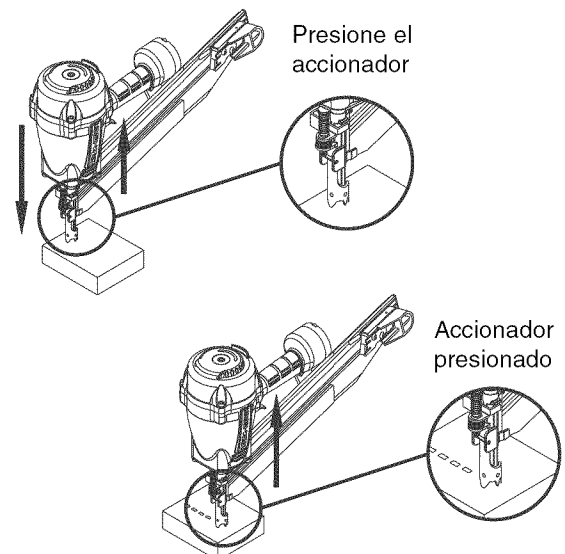

Figura 3 - Operación del Disparador de Contacto
- La herramienta de aire está equipada con un mecanismo de seguridad para el disparador de contacto (vea le Figura 3) que incapacita la herramienta a menos que el disparador de contacto se empuje contra el trabajo. Sujete el cuerpo firmemente y apriete el disparador de contacto sobre la pieza de trabajo, donde se va a aplicar el sujetador. Apriete el gatillo para clavar el sujetador en la pieza de trabajo.